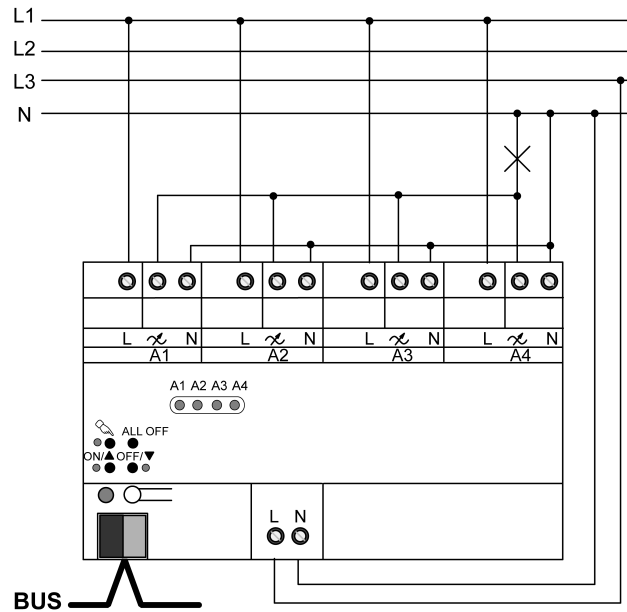

Imagen 5: Conexión paralela de salidas de regulador de luz; Ejemplo de conexión
■ Conectar el dispositivo según el ejemplo de conexión (Imagen 5).